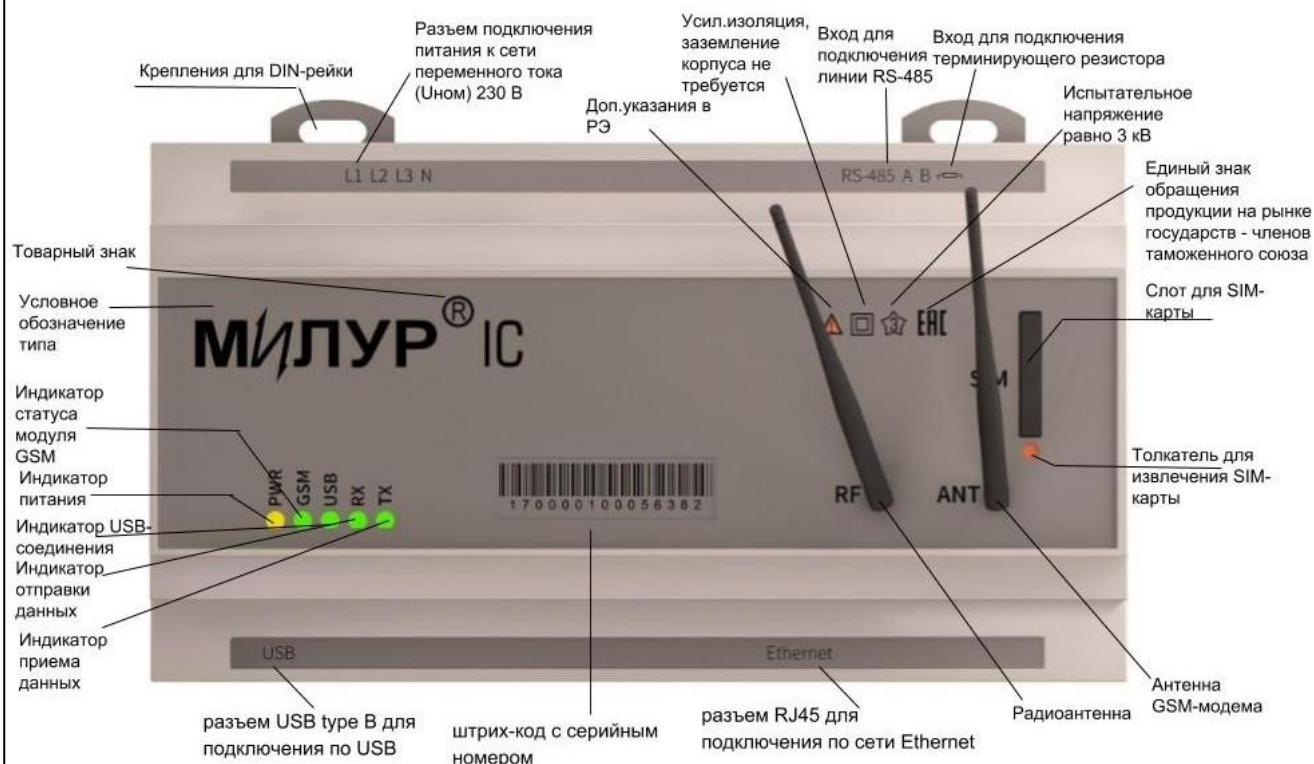

Рисунок 6 – Маркировка лицевой панели
7.1 На лицевой панели изделия (рисунок 6) расположены индикаторы: подключения к сети (Pwr); статуса модуля GSM; подключения по USB к ПК; индикаторы передачи (Tx) и приема (Rx) данных по любому интерфейсу, настроенному в таблице маршрутизации изделия в конфигураторе.